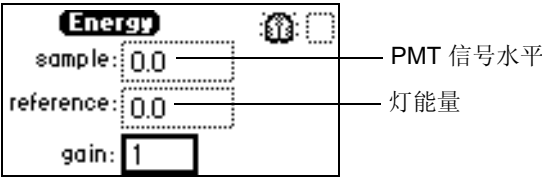

图 5-15 样品和参比能量诊断屏幕
- 1. 按 DIAG 6，Sample & ref energy。出现“样品和参比能量”诊断屏幕（图 5-15）。